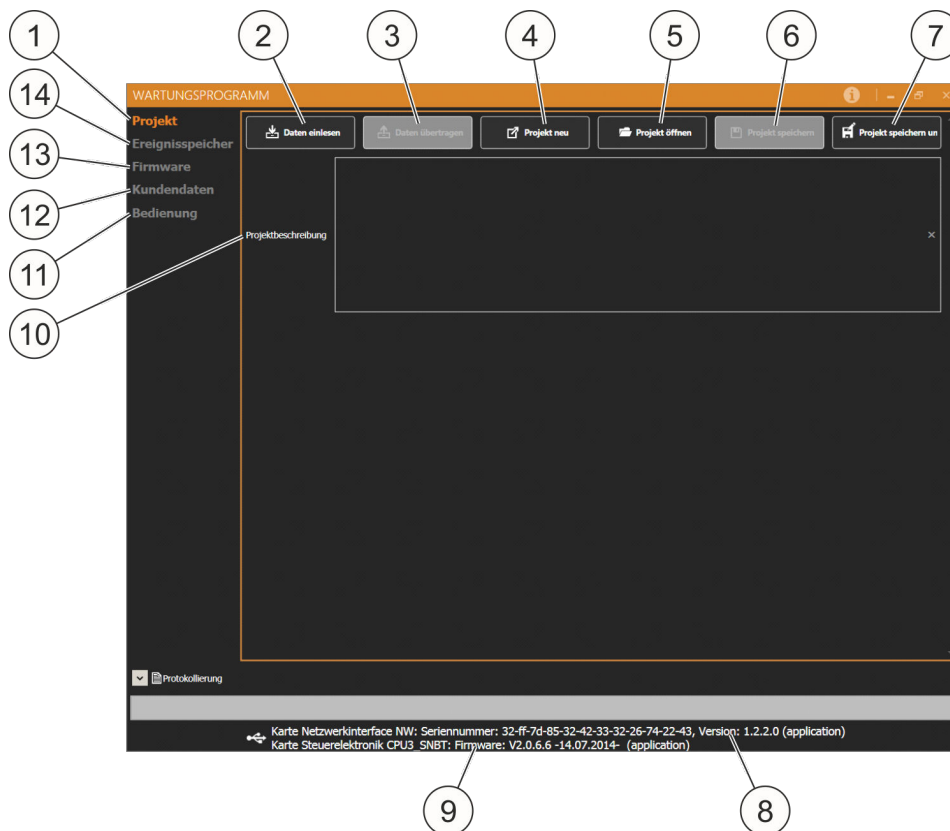

Abb. 75: Startseite Wartungsprogramm
- Projekt (Abb. 75/1) ↪ Kapitel 9.3 „Projekt“ auf Seite 92
- Daten einlesen (Abb. 75/2) (grau hinterlegt, wenn kein System angeschlossen)
- Daten übertragen (Abb. 75/3) (grau hinterlegt, wenn noch keine Daten eingelesen worden sind)
- Projekt neu (Abb. 75/4)
- Projekt öffnen (Abb. 75/5)
- Projekt speichern (Abb. 75/6) (grau hinterlegt, wenn kein zuvor kein Projekt geöffnet wurde)
- Projekt speichern unter (Abb. 75/7)
- Ereignisspeicher (Abb. 75/14) ↪ Kapitel 9.4 „Ereignisspeicher“ auf Seite 93
- Firmware (Abb. 75/13) ↪ Kapitel 9.5 „Firmware“ auf Seite 93
- Kundendaten (Abb. 75/12) ↪ Kapitel 9.6 „Kundendaten“ auf Seite 93
- Bedienung (Abb. 75/11) ↪ Kapitel 9.7 „Bedienung“ auf Seite 95
- Seriennummer Netzwerkkarte, Versionsnummer Netzwerkkarte (Abb. 75/8)
- Firmware Version (Abb. 75/9)
- Bei Projektbeschreibung (Abb. 75/10) kann das Projekt beschrieben werden. Diese Beschreibung wird mit dem Projekt bei "Projekt speichern unter" bzw. "Projekt speichern" mit den Daten auf dem **PC** gespeichert. Die Projektbeschreibung wird nicht zum System (DET-AC III Master) übertragen und nicht im System gespeichert. Nach dem Auslesen der Daten aus einem System steht die Projektbeschreibung nicht zur Verfügung.